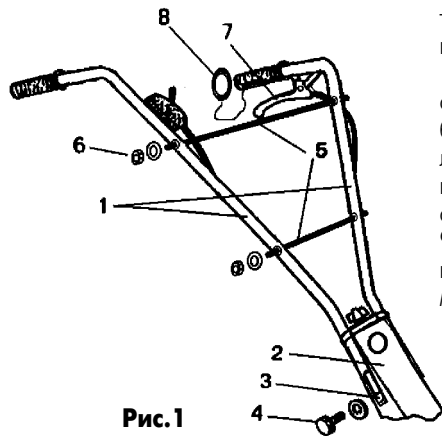

Рис. 1
В первую очередь, необходимо усилить узел крепления рукояток (1) (рис. 1) к опоре (2), поскольку при частом маневрировании (разворотах, огибании препятствий и т.п.) из-за возникающих больших усилий болты крепления рукояток срезаются. Устранить этот недостаток несложно: необходимо рассверлить отверстия в рукоятках и опоре (3) и вместо штатных болтов поставить болты большего диаметра (4).